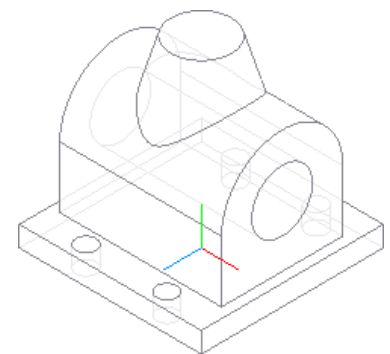

Рис. 7.29
8. Применяем команду  **Вырезать выдавливанием** со следующими параметрами: **Направление выдавливания** – **Прямое**, **Способ построения** – **Через все** (рис. 7.29).